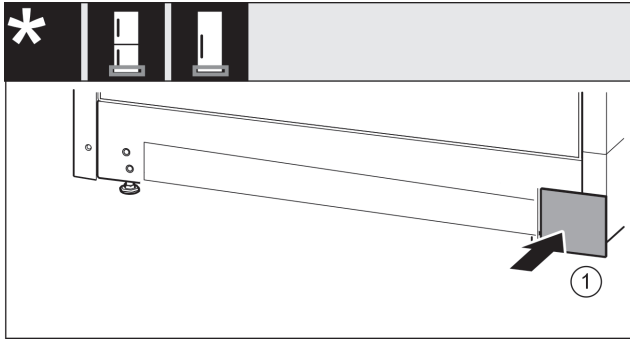

Fig. 16
- Ponovno natakните pokrov na drugu stranu. Fig. 16 (1)